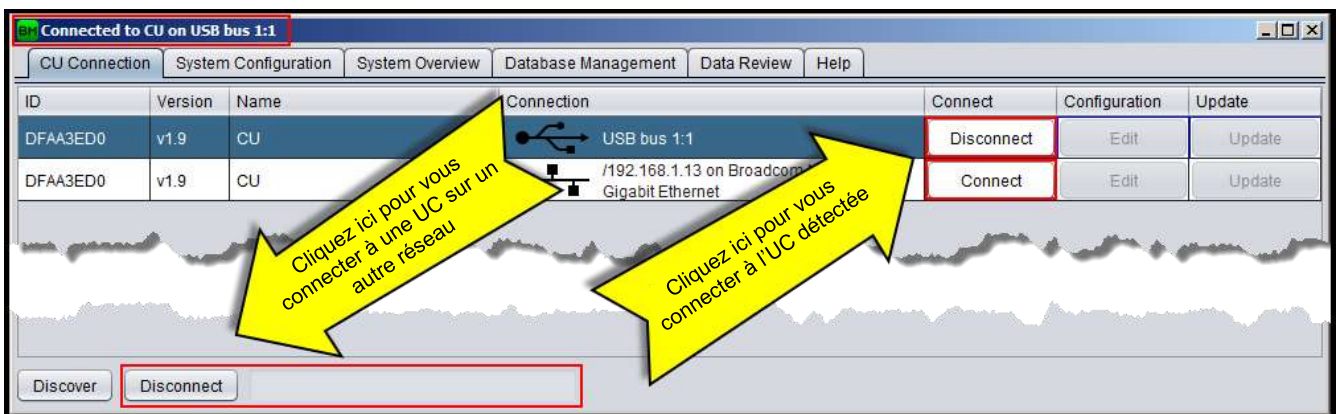

Figure 19 : Connexion de l'UC
- Connectez-vous à l'UC en appuyant sur le bouton « **Connect** » (Connecter). Une fois connecté, le titre de la fenêtre et l'icône sont remplacés par ceux illustrés à la Figure 19. La détection Ethernet ne fonctionne que si l'UC et le PC sont sur le même LAN. Dans le cas où l'UC ne pourrait pas être détectée parce qu'elle ne se trouverait pas sur le même LAN, l'utilisateur devra écrire l'adresse ou le nom public dans le champ dans le bas de la page et cliquer sur le bouton « **Connect to:** » (Connecter à).